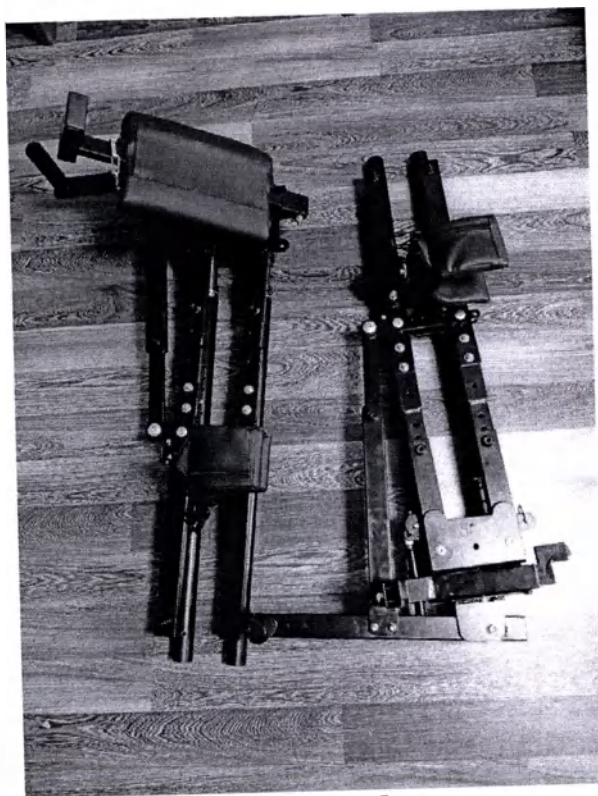

рис.5
4.2.2 Левая часть аппарата рис.5
4.2.3 Правая часть аппарата рис.5